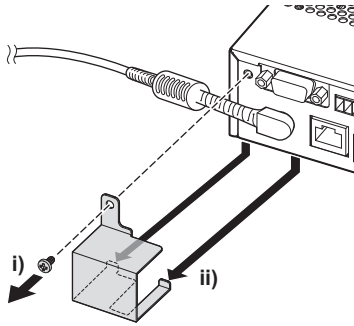

Рис. 1
- 2) Отсоедините кронштейн для крепления адаптера переменного тока. (Рис. 1)